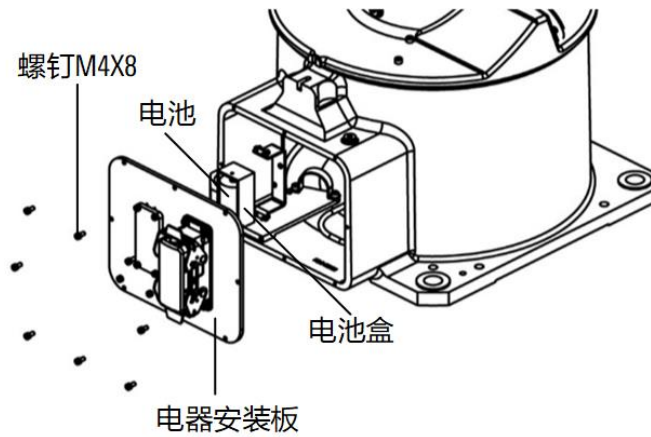
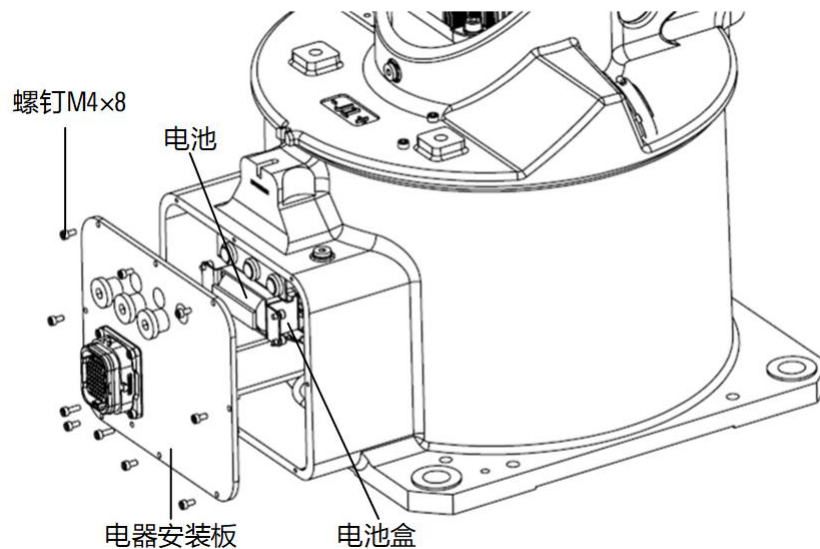

图 12-6 大重载拆卸操作机电器安装面板
图 12-7 小重载拆卸操作机电器安装面板
- 步骤3.** 拆卸操作机电器安装板，拆卸电池盒，如图 12-6 和图 12-7 所示。